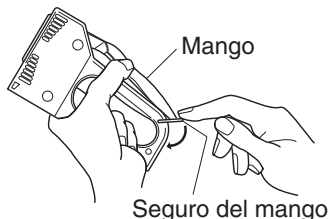

Figura 1
1. Sostenga la base de la herramienta y el mango. Apriete el mango para aflojar la tensión en el seguro del mango. Deslice el seguro del mango fuera de este (vea la Figura 1).